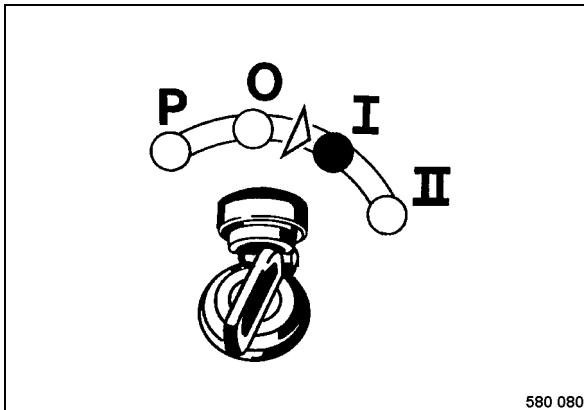

Fig. 73
- Colocar el interruptor de encendido y arranque a posición „I“ (Fig. 73).